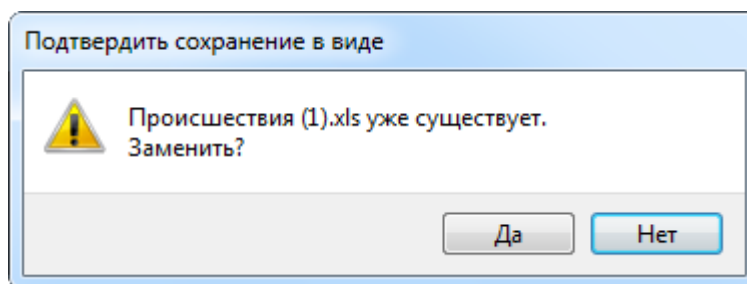

Рис. 13-459 – Подтверждение о перезаписи файла
2) Нажать кнопку «Сохранить в Excel» панели «Импорт/экспорт» (рис. 13-459).